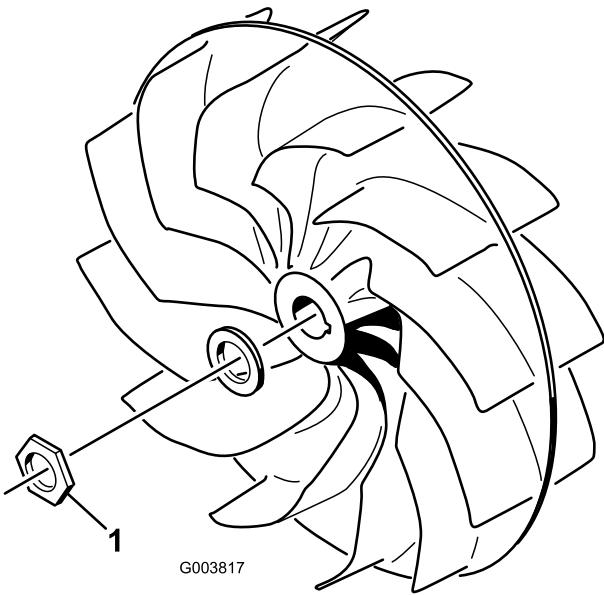

Bild 12
- Ziehen Sie die Befestigungsmutter des Lüfters (Bild 12) mit 678 Nm an.